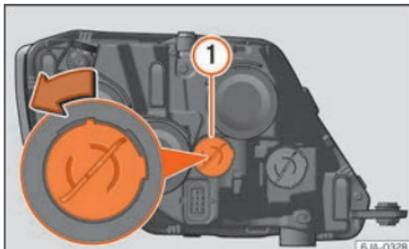

Abb. 95 Glühlampe für Tagfahrlicht auswechseln
- Drehen Sie den Lampenträger »» **Abb. 95** **①** gegen den Uhrzeigersinn und nehmen Sie ihn ab.